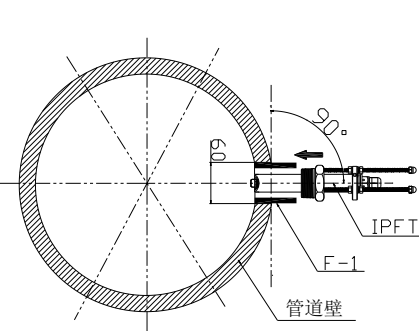

图 3
(1) IPFT 固定：建议选用 F-1 配件辅助准确固定，如图 3。选定合适的安装位置后在管道壁开圆孔 $D=60\text{mm}$ ，F-1 匹配圆孔垂直密封地焊接于管道壁上，将 IPFT 与 F-1 螺纹配合旋入安装(IPFT 主体与 F-1 螺纹连接安装时必须采用合适的管道密封措施来确保管道的密封性)。